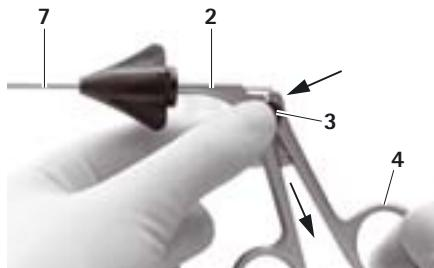

Abb. 1
- Griff 2 und Arbeitseinsatz 7 trennen, siehe Abb. 1: